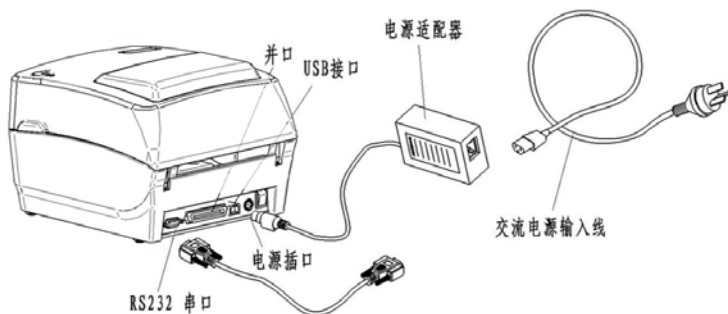

图 1.4
- 2) 如图1.4，将交流电源输入线一端与电源适配器连接好，另一端插
- 2) 如图1.4，将通讯电缆插入相配的接口内，并用插头的螺丝钉或卡簧固定；